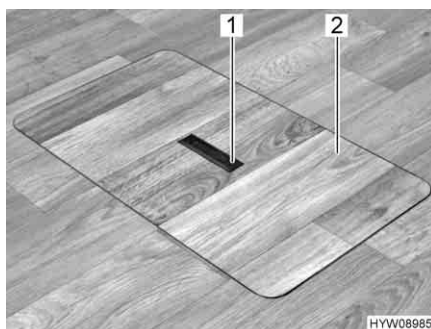
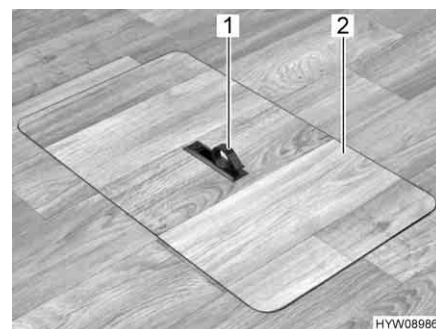

Fig. 41 Copertura (maniglia abbassata)
Fig. 42 Copertura (maniglia estratta)
- Spingere la piastra di presa (Fig. 41,1) verso il basso da un lato. La maniglia (Fig. 42,1) viene ruotata verso l'alto.
- Alzare la copertura (Fig. 42,2).
- Collocare la copertura (Fig. 42,2) nell'intelaiatura presente sul fondo.